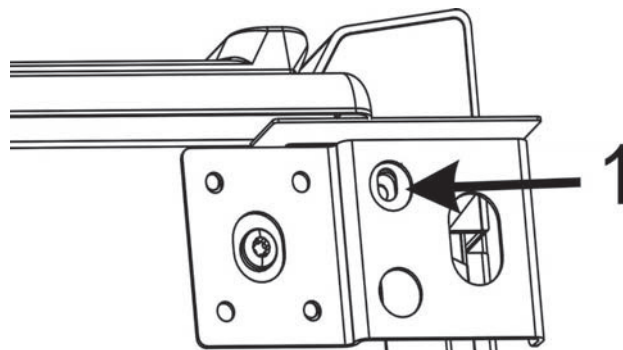

Figure 4 : Mise en place du cache-coin latéral droit, deuxième étape
- Faites pivoter le cache-coin de manière à qu'il soit à plat et que le trou arrondi du cache-coin soit aligné avec le trou 1 (voir Figure 4 : Mise en place du cache-coin latéral droit, deuxième étape).